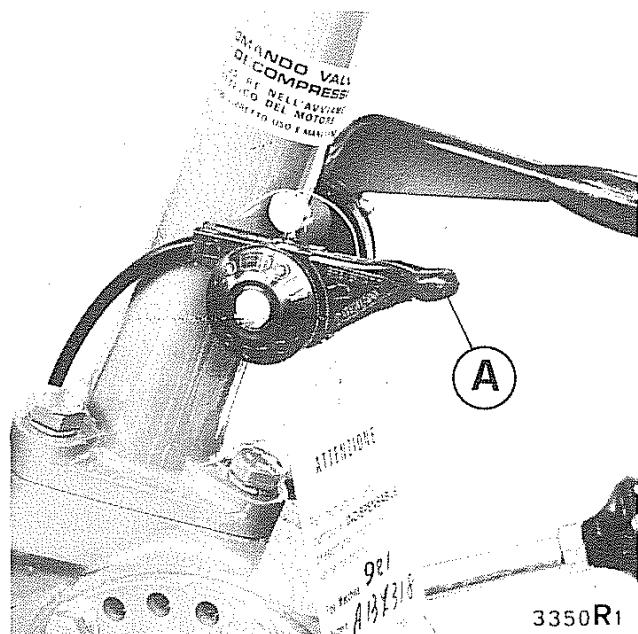

Fig. 4 - Comando valvola di decompressione.
Per facilitare l'avviamento del motore nella motoagricola mod. 521, che potrebbe risultare faticoso o addirittura impossibile a causa della forte resistenza al superamento della fase di compressione, servirsi del manettino valvola di decompressione **A** illustrato in fig. 4.
- 2) Azionare a fondo il manettino comando valvola di decompressione **A** (fig. 4).